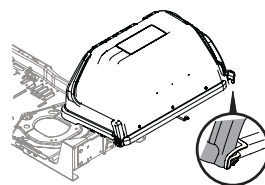

Figura 9
5. Balancee la cubierta superior del colector de césped hacia abajo para cerrar el accesorio. Presione en el lado derecho trasero y el lado izquierdo trasero de las lengüetas y asegúrelas en su lugar bajo las muescas en cada lado. Garantice un ajuste seguro. Consulte la Figura 9.